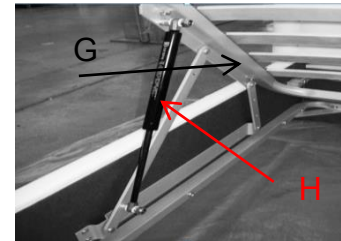

Рисунок 5
18. Раму кровати переведите в положение "открыто", т.е. поднимите решетку верх. С помощью 4 гаек со стопорным кольцом и 8 фторопластовых шайб (Таблица №1) установите 2 газовых амортизатора на механизм подъема позиция H (рисунок 5).
ГАЗОВЫЙ АМОРТИЗАТОР УСТАНОВЛИВАЕТСЯ УТОЛЩЕНИЕМ ВВЕРХ (Рисунок 5). Гайки необходимо затягивать следующим образом: затяните гайки со стопорным кольцом до упора, затем ослабьте на четверть оборота. **Внимание:** аккуратно затягивайте гайки, не перетягивая и не повреждая фторопластовые шайбы, для предотвращения скрипа и преждевременного износа ПМ!